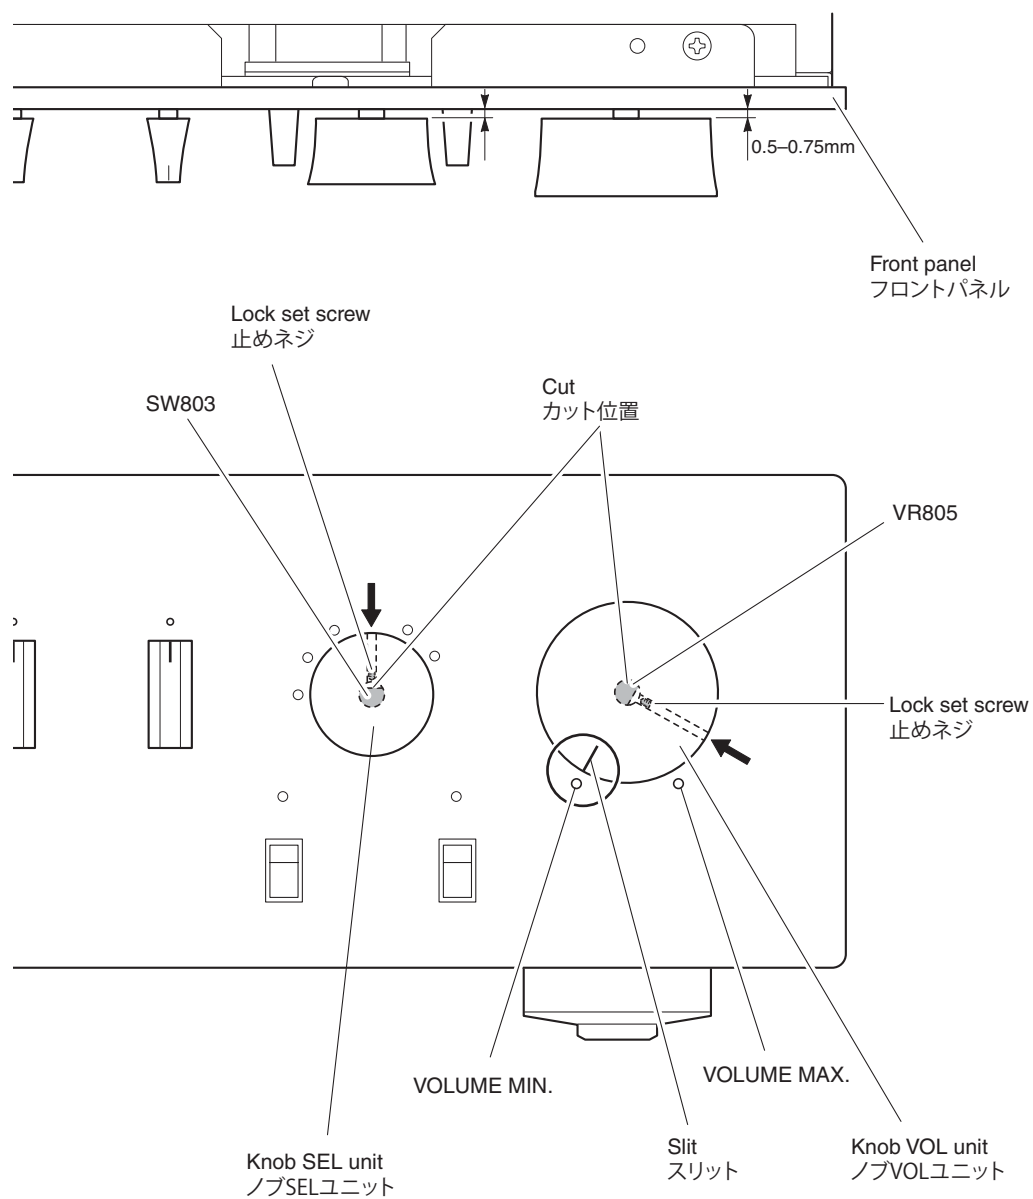

Fig. 2
- a. Turn the VOLUME (VR805) counterclockwise fully. (Fig. 2)
- b. Match the slit in the knob VOL unit with the "VOLUME MIN" position and install it in that state. (Fig. 2)
- c. Keep about 0.5 mm to 0.75 mm clearance from the front panel to knob VOL unit. (Fig. 2)
- d. Tighten the lock set screw. (Fig. 2)
- a. Turn the INPUT (SW803) so that the cut in it comes at the top. (Fig. 2)
- b. Install the knob SEL unit with its lock set screw positioned at the top. (Fig. 2)
- c. Keep about 0.5 mm to 0.75 mm clearance from the front panel to knob SEL unit. (Fig. 2)
- a. VOLUME (VR805) を左いっぱいに戻します。(Fig. 2)
- b. ノブ VOL ユニットのスリットを "VOLUME MIN" の位置に合わせ、取り付けます。(Fig. 2)
- c. フロントパネルから 0.5 ～ 0.75 mm 程度隙間をあけます。(Fig. 2)
- d. 止めネジを締めます。(Fig. 2)
- a. INPUT (SW803) のカット位置が上になるよう回します。(Fig. 2)
- b. ノブ SEL ユニットの止めネジ位置を上にして取り付けます。(Fig. 2)
- d. INPUT (SW803) のカット位置に止めネジ位置を合わせ、止めネジを締めます。(Fig. 2)